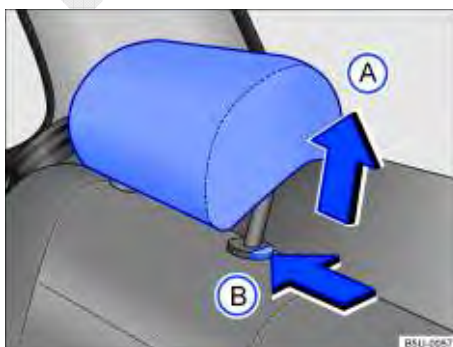

Fig. 41 Ajustar o apoio para cabeça traseiro.
- Empurrar o apoio para cabeça para cima na direção da seta ⇒ Fig. 41 (A) ou com a tecla ⇒ Fig. 41 (B) pressionada, empurrar para baixo ⇒ ▲.